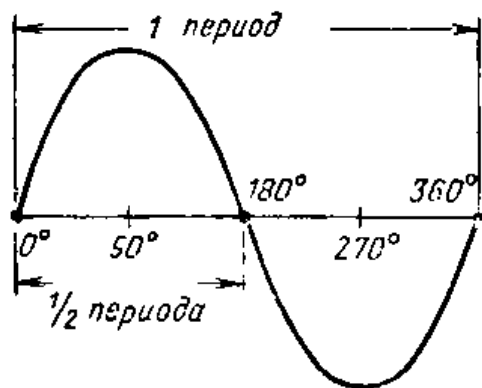

Рис. III.23. Форма волны переменного тока (синусоида).
**Форма волны переменного тока.** Работу генератора переменного тока можно проиллюстрировать с помощью графика (рис. III. 23), изображающего форму волны переменного тока. При вращении якоря между полюсами магнита ток сначала возрастает до макси-